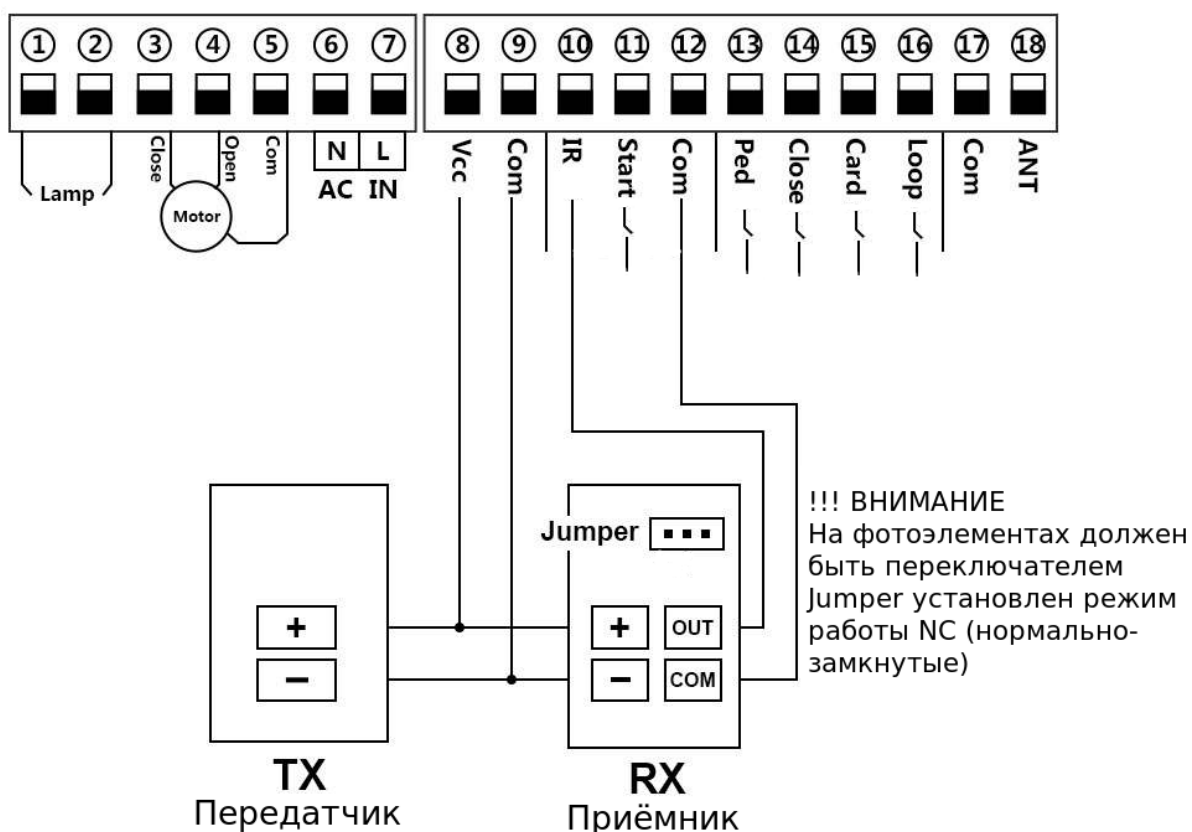

Рис. 11. Подключение фотоэлементов
Подключите клемму COM на приёмнике фотоэлементов RX к клемме Com ⑫ на плате управления приводом. Подключите клемму OUT на приёмнике фотоэлементов RX к клемме IR ⑩ на плате управления приводом. Далее подключите клемму “ + ” приёмника RX и передатчика TX фотоэлементов к клемме Vcc ⑧ платы управления приводом. Затем подключите клемму “ - ” приёмника RX и передатчика TX фотоэлементов к клемме Com ⑨ платы управления приводом (см. Рис. 11). Когда цепь фотоэлементов замкнута на плате управления горит светодиод IR.